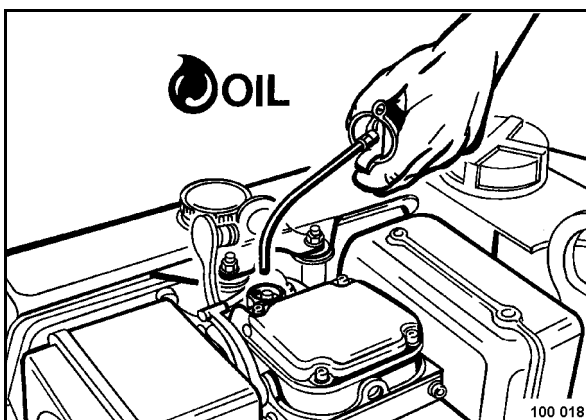

Fig. 31
- Retirar la tapa protectora (Fig. 31) del dispositivo dosificador. Llenar con aceite de motor hasta el nivel llega a la arista superior, volver a colocar la tapa y empujarla fuertemente hacia abajo.